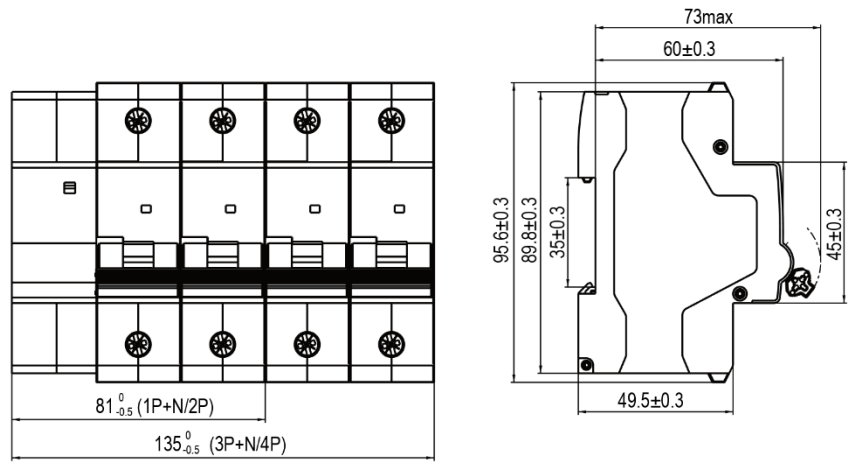
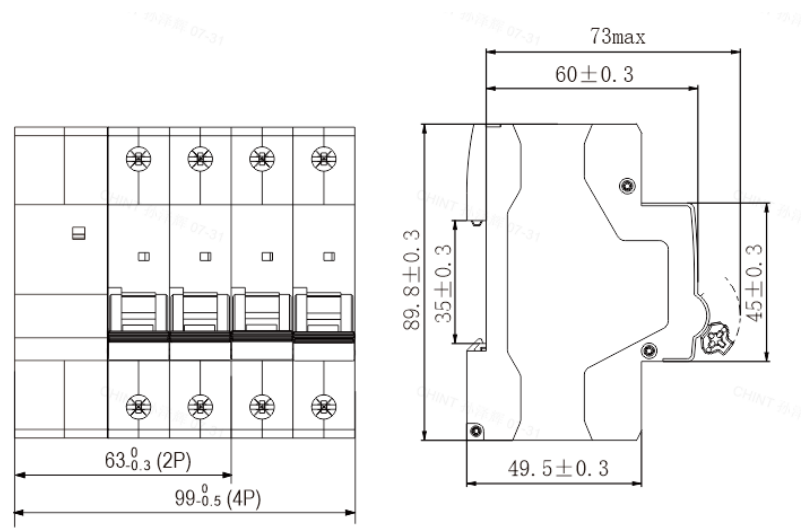

图1 NBP-125GVW外形及安装尺寸
图2 NBP-125GVW/L外形及安装尺寸
5 外形与安装尺寸（如下图 1、图 2）
6.1 安装使用前先检查断路器标志与所使用的工作条件是否相符；通电前，先人为操作几次断路器，其机构动作应灵活、可靠、无阻滞现象。产品手动、自动状态，闭合、断开状态指示如下图2。